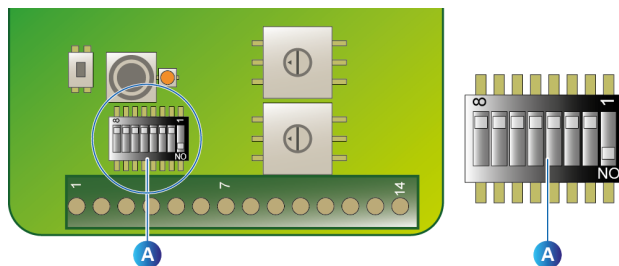

图 48: OLCT 80 上的拨码开关配置
- 将拨码开关按如下所示(图 48, A) 放置在每个 OLCT 80 的无线卡上：